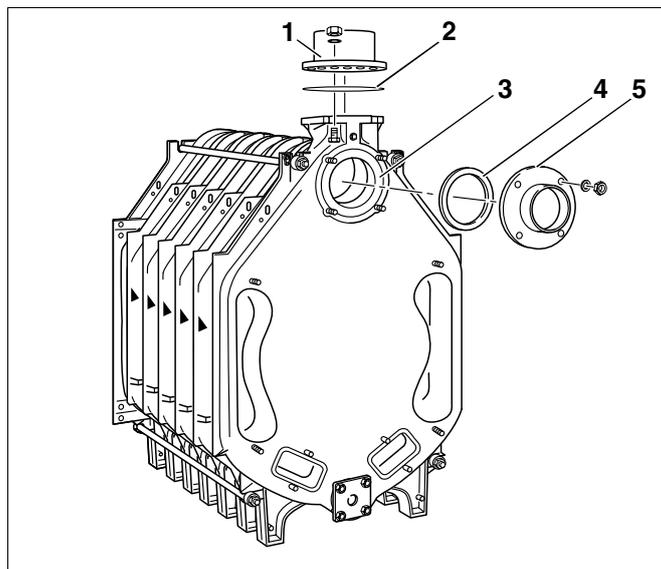

Рис. 28 Установка соединительных фланцев
На верхней ступице котла (рис. 28, поз. 3 - штуцер обратной линии) при последующем подключении обратной линии устанавливается фланец (с приваренным патрубком).
На рисунке показаны фланец и уплотнительное кольцо (рис. 28, поз. 4 и 5).
- Фланец подающей линии (рис. 28, поз. 1) с уплотнительным кольцом (рис. 28, поз. 2) используются при дальнейшем подключении подающей линии.